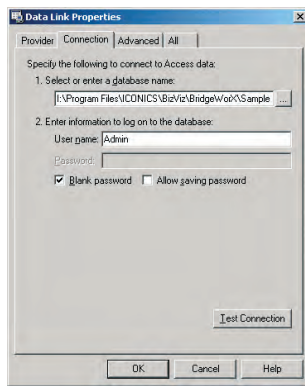

Рис. 37. Подключение к базе данных
- В появившемся диалоговом окне **Data Link Properties** (Свойства соединения) укажите путь и имя демонстрационной базы данных, содержащей рецепты: `I:\Program Files\ICONICS\BizViz\BridgeWorX\Sample Database Files\BridgeWorXDemo.mdb` (вместо `I` – раздел, на который был установлен BizViz). Окно примет вид, показанный на рис. 37. Нажмите кнопку **OK**, после чего будет закрыто окно **Data Link Properties**, а затем кнопку **Apply** (Применить) в окне настройки свойств соединения с базой данных.